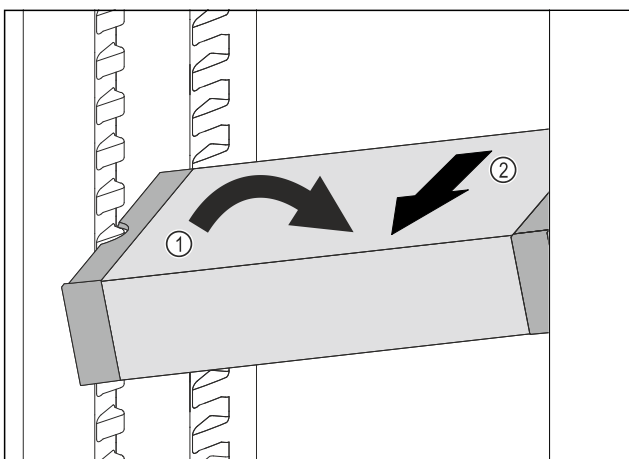

Fig. 81
- Impostare il vano frigorifero di VarioSafe ad angolo. Fig. 81 (1)
- Rimuovere VarioSafe tirando in avanti. Fig. 81 (2)